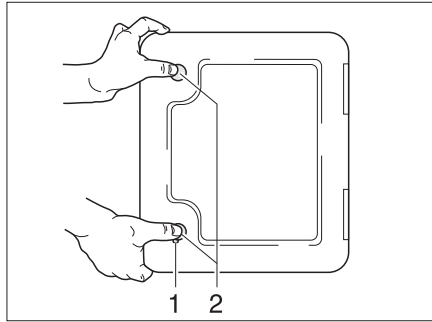

Bild 146 Klappe für Thetford-Kassette
Die Klappe für die Thetford-Kassette (Bild 146) befindet sich außen am Fahrzeug.
- Schlüssel in Schließzylinder des Druckschlösses (Bild 146,1) stecken und eine viertel Umdrehung im Uhrzeigersinn drehen.
- Beide Druckschlösser (Bild 146,2) gleichzeitig mit dem Daumen drücken und die Klappe für die Thetford-Kassette öffnen.